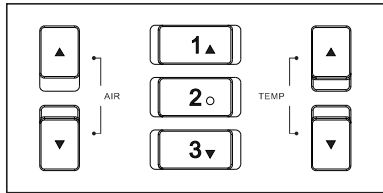

Рис. 1-4
1. Регулировка объема воздуха: нажмите кнопки ▲ или ▼ «AIR» («ВОЗДУХ») (см. рис. 1-4). Чтобы быстро изменить значение, нажмите и удерживайте кнопку. Если не нажимать кнопки в течение 3 секунд, настройки будут сохранены автоматически.